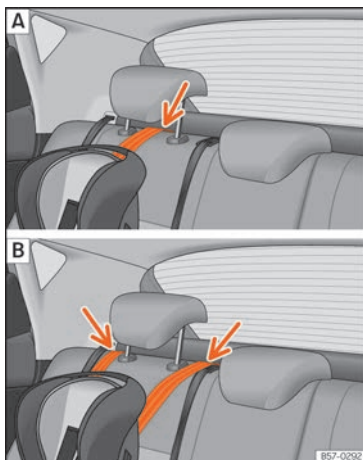

Fig. 41 Correa de sujeción: ajuste y montaje en función del cinturón Top Tether.
- Coloque la correa por debajo del apoyacabezas del asiento posterior »» fig. 41 (en función de las instrucciones de la propia silla, levante o retire el apoyacabezas si fuera necesario).